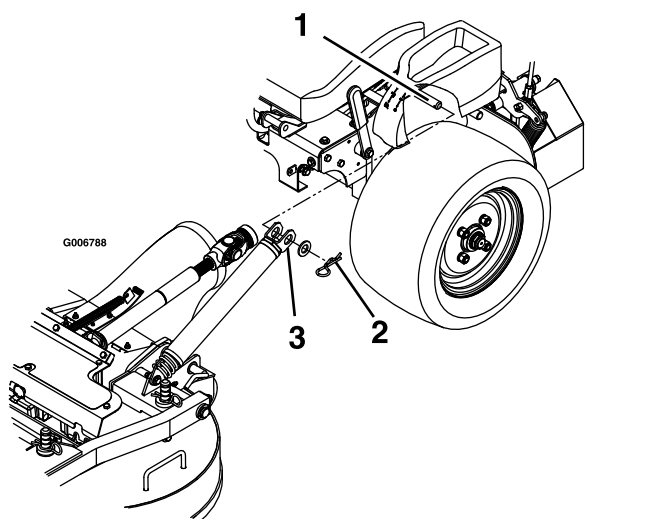

Figura 78
4. Îndepărtați tifturile în formă de agrafă și aibele din partea superioară a arcului de asistare pentru ridicarea punii, de pe fiecare latură a mainii (Figura 78).
10. Montați arcurile pe tifturile de ancorare cu arc, de sub consolele stânga și dreapta și fixați-le cu o aibă și un tift în formă de agrafă (Figura 78).